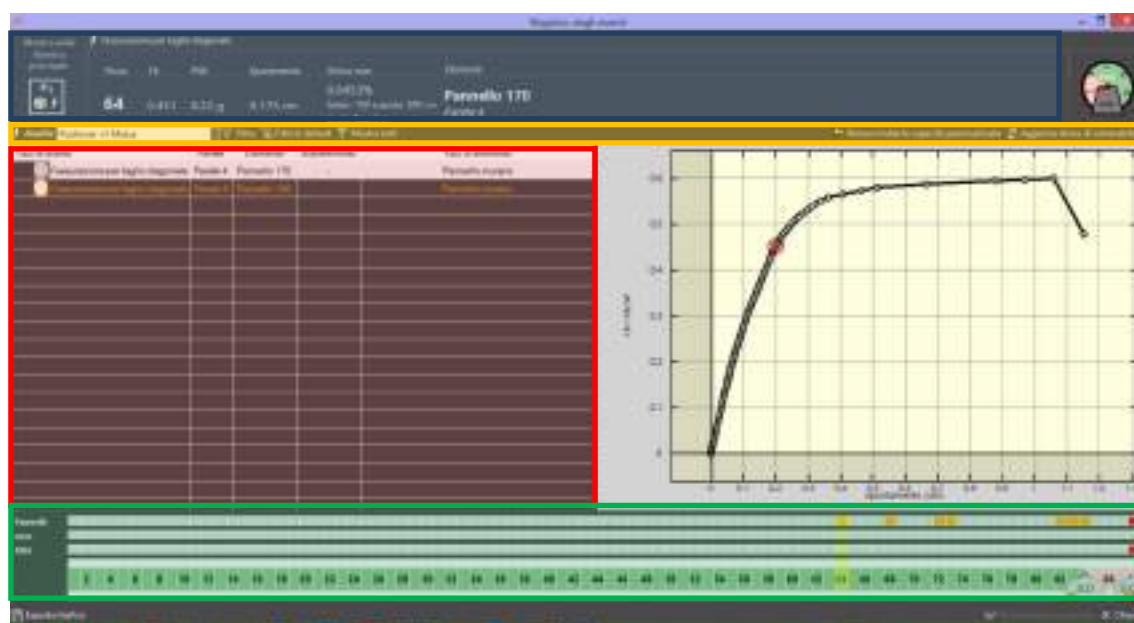

Figura 229. Finestra del registro degli eventi.
- **Scheda di riepilogo** (cfr. Figura 229 – riquadro in blu): che riporta i parametri significativi del passo dell'analisi selezionato. E' inoltre disponibile il comando che consente di accedere alla finestra principale e visualizzare l'elemento soggetto ad un determinato evento. Da questa scheda è possibile leggere, per ogni passo dell'analisi (ivi riportato, sotto la voce Passo), il Cb (cfr. § 11.1.4), la PGA corrispondente e lo Spostamento corrispondente. Viene inoltre riportato la Deriva max di piano (massima deriva di piano dell'edificio viene raggiunto), e il punto di controllo corrispondente. Infine viene identificato l'elemento che subisce l'evento selezionato (ID elemento e parete a cui esso appartiene);
- **Barra dei comandi rapidi**: posta in alto alla finestra, sulla quale è disponibile (cfr. Figura 229 – riquadro in arancio) il menu di selezione dell'analisi che si sta visualizzando, i filtri di visualizzazione degli eventi, che consente di filtrare gli eventi riportati nel registro (al click sul comando Filtra, la barra delle informazioni si espande, visualizzando tutti gli eventi disponibili che è possibile visualizzare, agendo sui filtri corrispondenti) (cfr. Figura 231);
- **Tabella degli eventi**: posta sulla sinistra, che riporta i dettagli degli eventi verificatisi allo step di carico selezionato nella "barra degli eventi" (cfr. Figura 229 – riquadro in rosso);
- **Grafico della curva di capacità**: posto a destra, in cui sono indicati i passi delle analisi (cfr. Figura 229 – grafico);
- **Barra degli eventi**: riportata inferiormente, che consiste in una tabella in cui sono riportati gli eventi che si sono verificati, nel corso dell'analisi selezionata, in funzione della tipologia di elemento coinvolto (pannelli, asta, altro), e del passo dell'analisi selezionata. Tale tabella permette di portarsi al passo corrente, i cui eventi verranno visualizzati nella tabella degli eventi soprastante. Inoltre è possibile modificare il passo in cui vengono raggiunti gli stati limite, riposizionando i corrispondenti "cursori delle capacità" (Figura 229 – riquadro in verde e Figura 230 sui dettagli ).